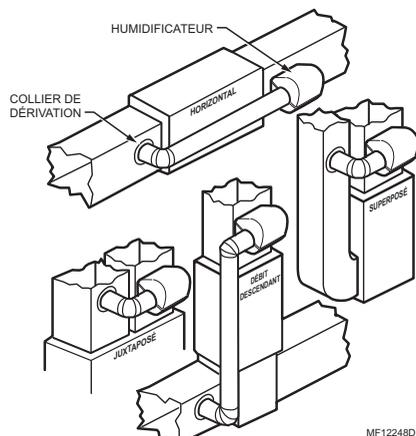

Fig. 1. Emplacements types de l'humidificateur
1. Déterminer l'endroit le mieux approprié pour l'humidificateur et tracer une ligne de niveau sur le plenum. Voir la Fig. 1.